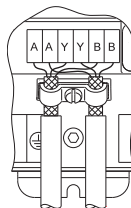

Rys. 5 Zamocowanie na szynach DIN
2. Naciśnij klappkę mocującą (poz. 1) w module jak pokazano na rys. 5.